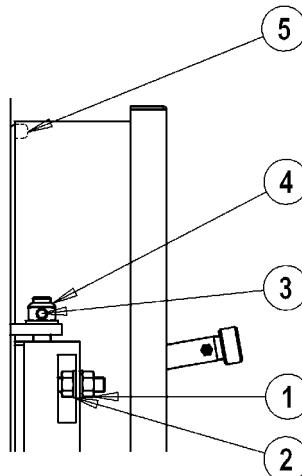

fig. 9
5.6.1 Para modelos MEGAPREX 92N-600N (Fig. 9)